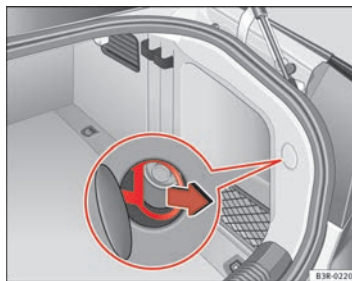

Abb. 166 Gepäckraum: Notentriegeln der Tankklappe
- Zum Entriegeln der Tankklappe ⇒ **Abb. 166** an der Schlaufe ziehen. ■